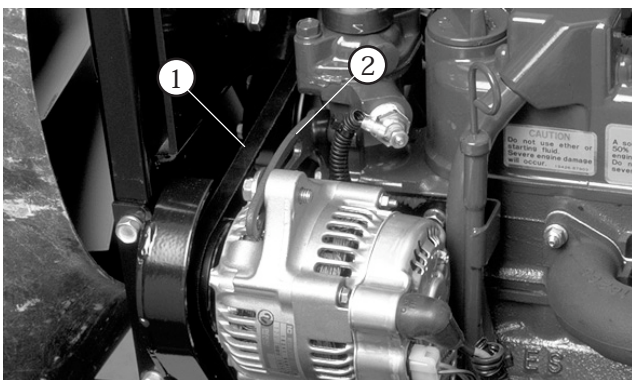

図 55
2. ベルト (図55) の中央部分 (オルタネータとクランクシャフトプーリの間) を 10 kg の力で押して点検する。たわみが 10 mm 程度あるのが適正。たわみがこの範囲になれば、以下に示すステップ 3 からの手順で調整する。適正であれば調整は不要である。
3. プレースをエンジンに固定しているボルト (図55) と、オルタネータをプレースに固定しているボルトをゆるめる。